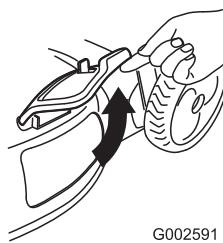

Figure 30
- Soulevez et ouvrez le volet d'éjection latérale (Figure 30).